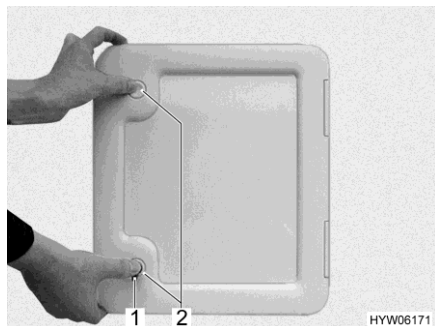

Fig. 301 Sportello per il serbatoio fecale
- Aprire lo sportello per il serbatoio fecale all'esterno del veicolo. Inserire la chiave nel cilindro della serratura a pressione (Fig. 301,1 o Fig. 302,1 o Fig. 303,1) e ruotare in senso orario di un quarto di giro.